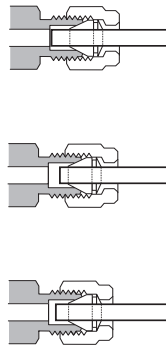

Figura 16 Installazione del raccordo completata
- 10** Entrambi i collegamenti rastremati, sia quello corretto che quello errato, sono mostrati nella Figura 16. Prestare attenzione che l'estremità finale del tubo inserita in un raccordo correttamente rastremato non sia schiacciata e non interferisca con l'azione delle ferrule.